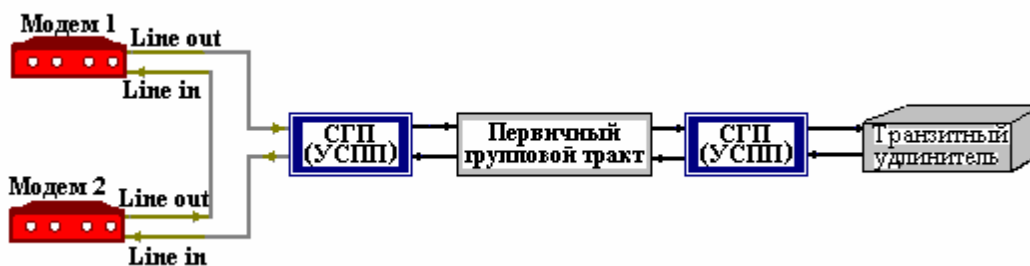
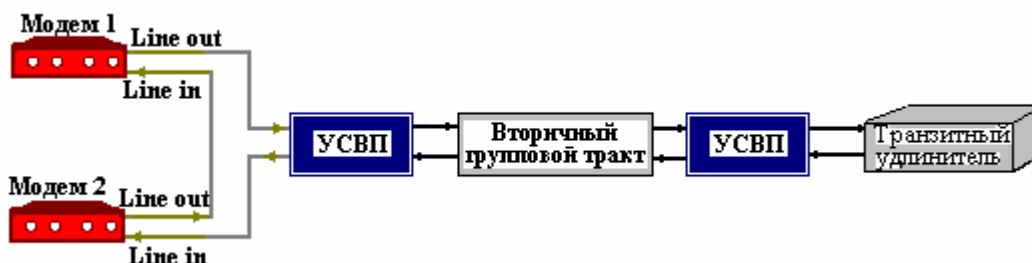
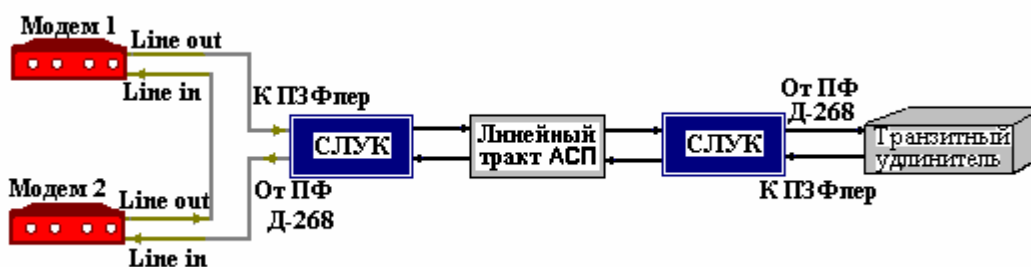

Рис. 24. Схема проверки работы модемов версии ПГМ по шлейфу ПГТ.
Рис. 25. Схема проверки работы модемов версий ВГн (ВГв) по шлейфу ВГТ.
Рис. 26. Схема проверки работы модемов версий ЛТ60н (ЛТ60в) по шлейфу ЛТ К-60П.
Если в структуре трассы не более одного транзита по ПГ (или одного НУП в однокабельной двухполосной 12-канальной системе), то можно провести тестирование работы двух модемов версии ПГМ, размещенных на одном из ее концов, выполнив подключение по схеме, приведенной на Рис. 24.
Аналогично для модемов версий ВГн и ВГв тестирование осуществляется по схеме, приведенной на Рис. 25, а для модемов версий ЛТ60н, ЛТ60в – на Рис. 26. Для версии ЛТ24 тестирование осуществляется по схеме, аналогичной версиям ЛТ60н и ЛТ60в.
1. Соединить модемы в соответствии со схемой, соответствующей версии модема (см. Рис. 24, Рис. 25 или Рис. 26).
ВНИМАНИЕ: в приемнике модема 2 при преобладании в тракте импульсных помех, что обычно имеет место, фиксируется удвоенное количество ошибок, по сравнению с ожидаемым при работе модемов, установленных на концах трассы. Это объясняется тем, что работа приемника модема 2 через шлейф по схеме (Рис. 23, Рис. 24 или Рис. 25) равносильна работе через тракт удвоенной протяженности.